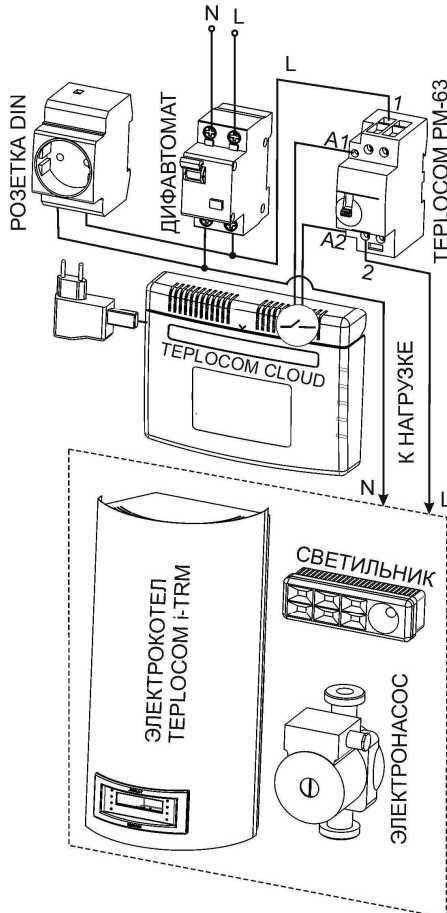

Рис.2 Пример подключений нагрузки
- При подаче напряжения на катушку релейного модуля с управляющего устройства (например теплоконтроллера см. рис.2) должно произойти срабатывание силовых контактов релейного модуля, необходимо проконтролировать включение/отключение нагрузки.